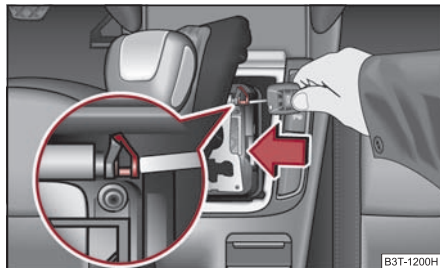

Fig. 151 Desbloqueo de emergencia de la palanca selectora
- Presionar mediante un objeto fino (p. ej. llave de encendido) el cepillo de plástico amarillo $\Rightarrow$ fig. 151 hacia la izquierda.